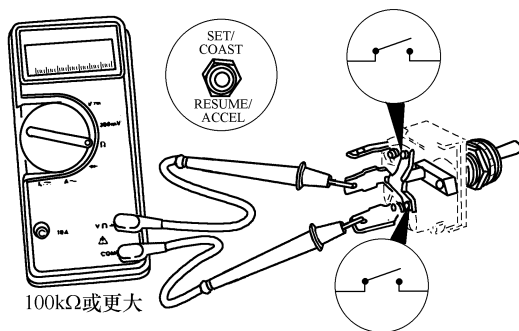

图 5-139 释放开关, 测量中心端子和底部端子电阻
⑦ 当释放巡航控制选择开关时, 测量中心端子和底部端子间的电阻, 万用表应显示开路, 电阻大于 $100k\Omega$, 如图 5-139 所示。如果万用表没有显示两个测试的正确值, 说明开关存在故障, 应进行维修。